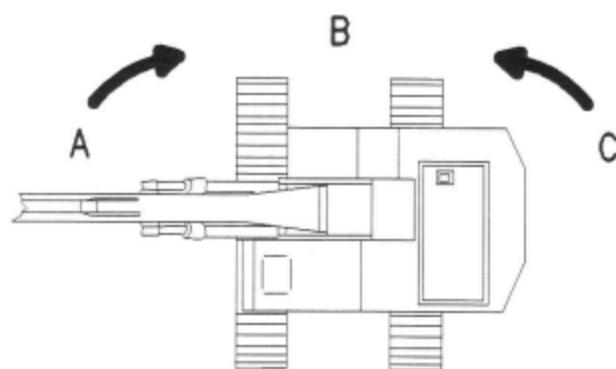

Рис. 12
- Установите поворотную платформу в положение (A). При этом поворотная платформа должна расположиться под углом 90 градусов по отношению к нижней платформе. Смотрите рисунок 12.
- Измерьте время, затрачиваемое на поворот платформы из положения (A) в положение (B).
- Установите поворотную платформу в положение (C). При этом поворотная платформа должна расположиться под углом 90 градусов по отношению к нижней платформе.
- Измерьте время, затрачиваемое на поворот платформы из положения (C) в положение (B).